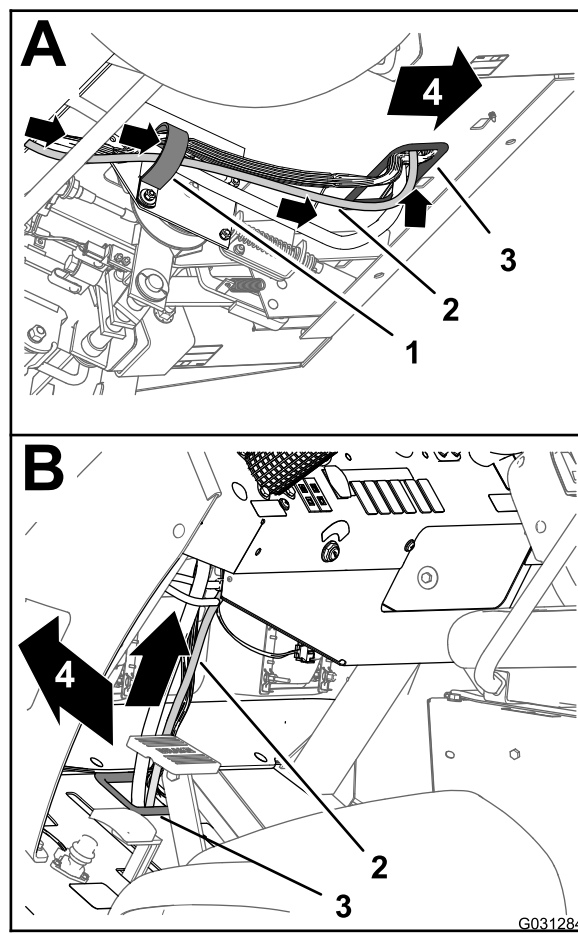

Figura 149
3. Enrute la rama de 226 cm (89") del arnés de datos hacia adelante y hacia arriba por el anillo de goma que rodea el orificio del panel de suelo (Figura 149).
5. Enrute la rama de 226 cm (89") del arnés de datos hacia arriba y por el arnés de cables delantero de la máquina (Figura 149).